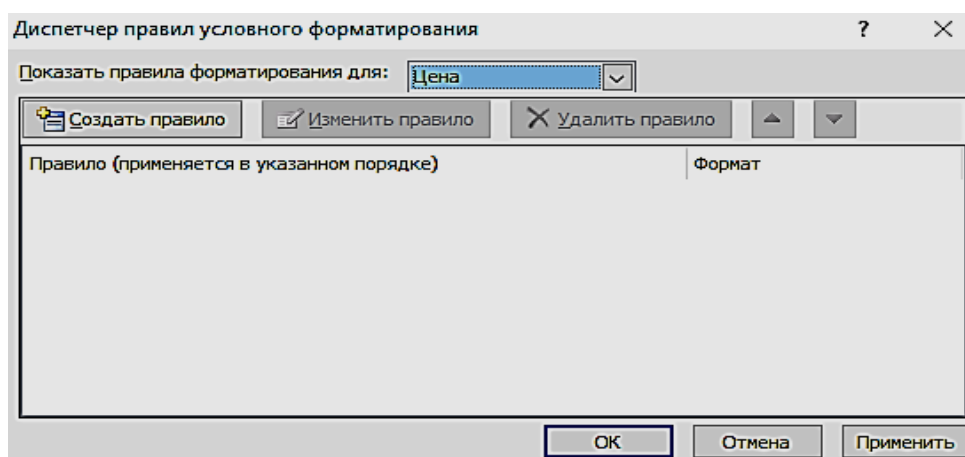

Рис. 4.3. Окно с пустым списком правил форматирования
1. Выберите поле Цена, в котором нужно произвести изменения. На вкладке ленты **Формат** в группе **Форматирование элементов управления** выберите команду **Условное форматирование**. Откроется диалоговое окно **Диспетчер правил условного форматирования** (рис. 4.3).